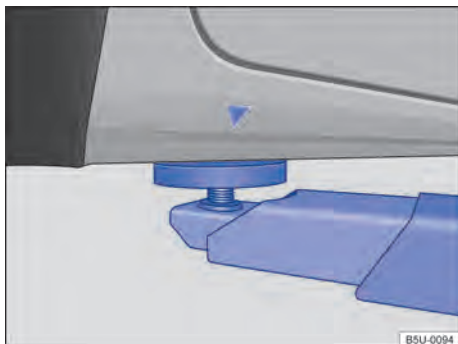
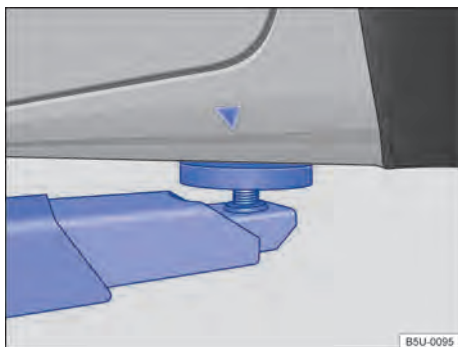

Fig. 195 Pontos de apoio dianteiros para a suspensão com plataforma elevatória ou com macaco.
Fig. 196 Pontos de apoio traseiros para a suspensão com plataforma elevatória ou com macaco.
O veículo deve ser suspenso somente pelos pontos indicados nas figuras → Fig. 195 e → Fig. 196. Se o veículo não for suspenso pelos pontos indicados, podem ocorrer danos no veículo → ⚠️ e ferimentos graves → ⚠️.
- Suspender o veículo somente pelos pontos indicados nas figuras → Fig. 195 e → Fig. 196. Se o veículo não for suspenso pelos pontos indicados, o veículo poderá cair da plataforma elevatória quando, por exemplo, o motor ou a suspensão for desmontado.